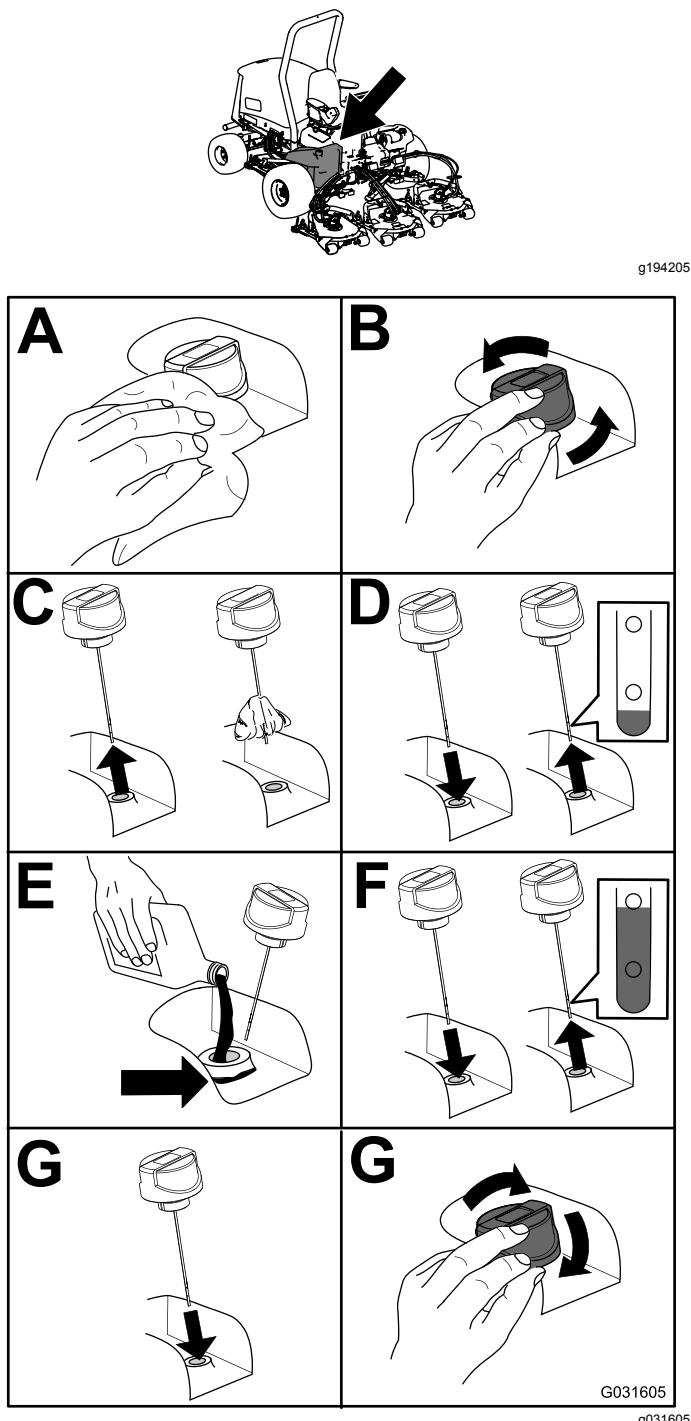

Figura 57
2. Compruebe el nivel de fluido hidráulico (Figura 57).
5. Llene el depósito con fluido hidráulico (Figura 57).